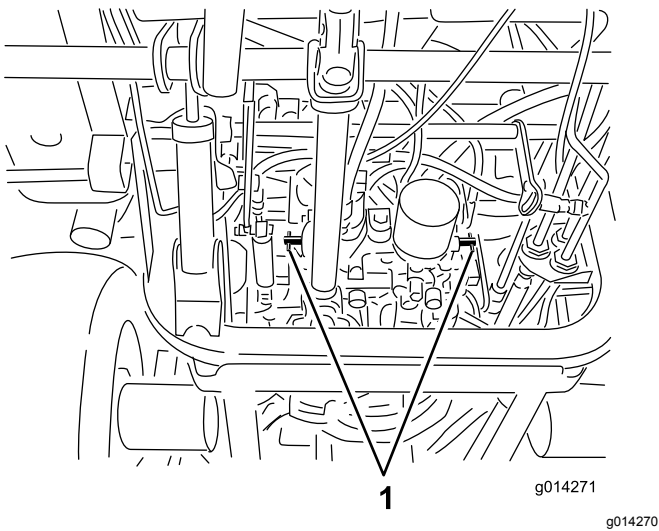

Figura 43
4. Gire las válvulas de desvío una vuelta en el sentido contrario a las agujas del reloj (Figura 43).
Gire cada válvula de desvío una vuelta en el sentido de las agujas del reloj y apriételas a mano (par de apriete de 8 N·m [71 pulgadas-libra] aproximadamente) (Figura 43).